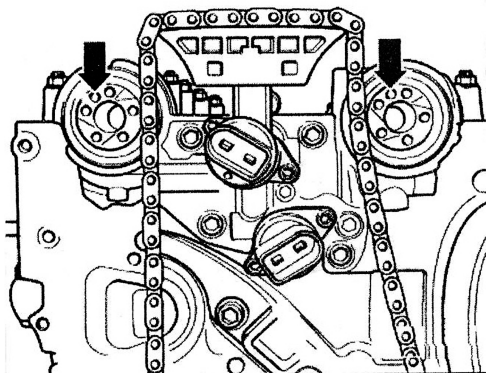

图 1-11 导销识别
5) 把凸轮轴正时链绷紧放到驱动链轮上。注意：由于有导销（图 1-11 中箭头所示），